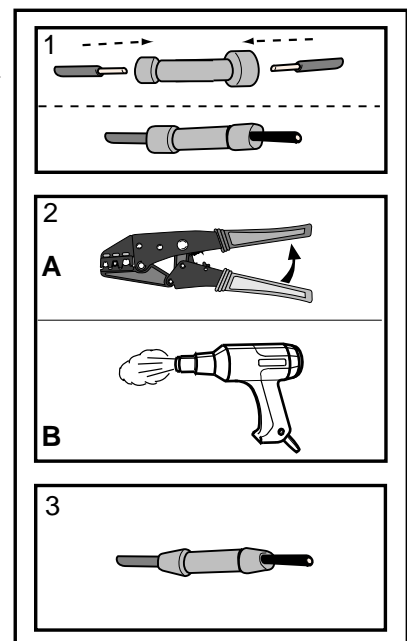

fig. 1
- Die übrigen Kabeln zwischen die Stoßstange und Karosserie nach den Heckleuchten führen. Die übrigen Kabeln werden mit hilfe von Quetschverbinder an die originale Kabel ange-schlossen (siehe abbildung 1).
Der dickste Rote Kabel des Kabelsatzes mit diesem kabel des Fahrzeuges befestigen (siehe Abbildung1).